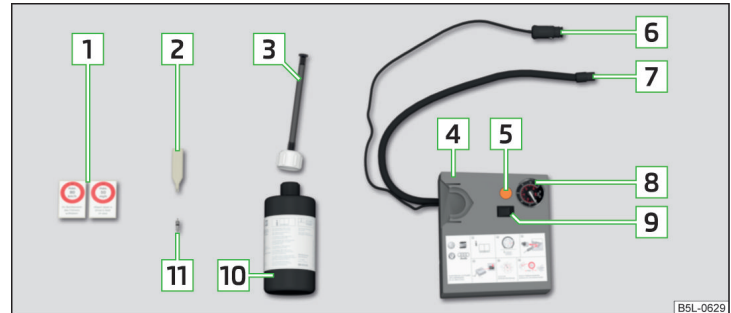

Abb. 155 **Prinzipdarstellung: Bestandteile des Pannensets**
Bestandteile des Sets » Abb. 155
- Den entsprechenden Aufkleber **1** » Abb. 155 auf Seite 165 auf die Schalttafel im Sichtfeld des Fahrers kleben.
- Die Reifenfüllflasche **10** » Abb. 155 auf Seite 165 einige Male kräftig hin und her schütteln.
- Den Reifenfüllschlauch **7** » Abb. 155 auf Seite 165 des Luftkompressors fest auf das Reifenventil schrauben.